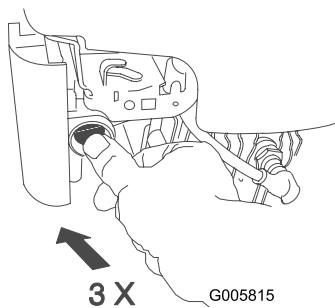

Figura 15
1. Apriete el cebador 3 veces con el dedo pulgar, presionando con fuerza, y manteniendo la presión durante un segundo antes de soltarlo (Figura 15).